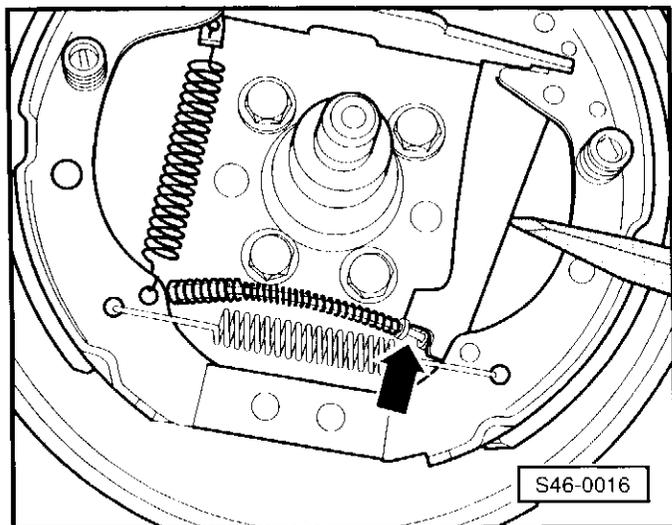

Рис. 1 Отцепление троса привода стояночной тормозной системы.
- ◆ отцепить от тормозной колодки ⇒ страница 46-10, рис.1